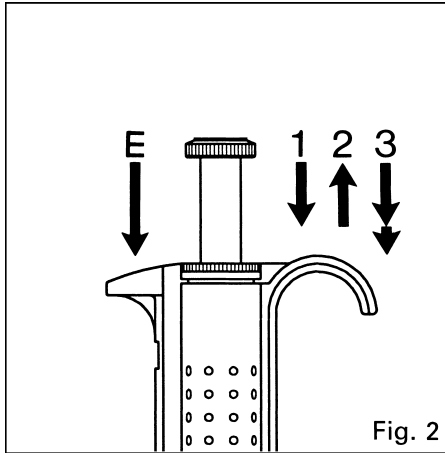

Fig. 2
## PIPETTING OPERATION (Fig. 2)
as shown in Fig. 2. Change tip per recommendations in previous section.
## PIPETTIERVORGANG (Abb. 2)
**Spitzenabwurf** Abwerfen der gebrauchten Spitze erfolgt durch Betätigen des Abwurfknopfes (E) gemäss Abb. 2. Neue Spitze aufsetzen.
## OPÉRATION DE PIPETAGE (Fig. 2)
**Ejecter l'embout** Ejecter l'embout usagé en pressant le bouton éjecteur (E) selon Fig. 2. Changer d'embout selon les recommandations du paragraphe précédent.